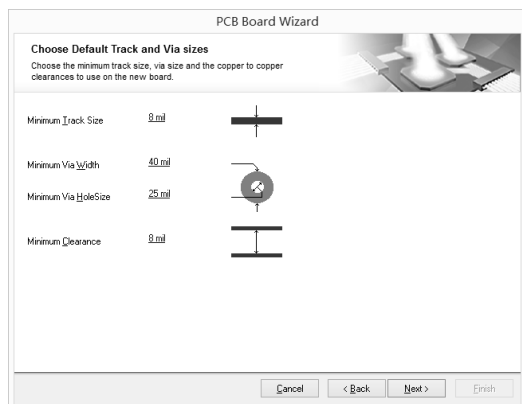

图 3.2.17 “PCB Board Wizard (导线和过孔属性设置)”对话框
(8) 单击“Next”按钮,进入下一个窗口,设置导线和过孔的属性,如图 3.2.17 所示。其中,设置选项的功能如下。